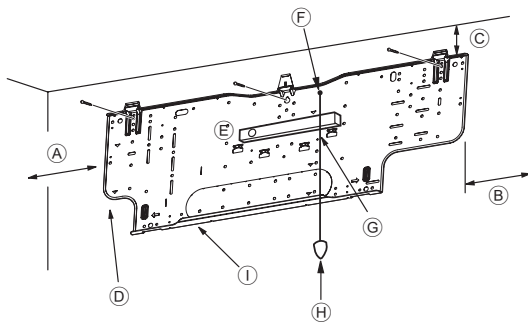
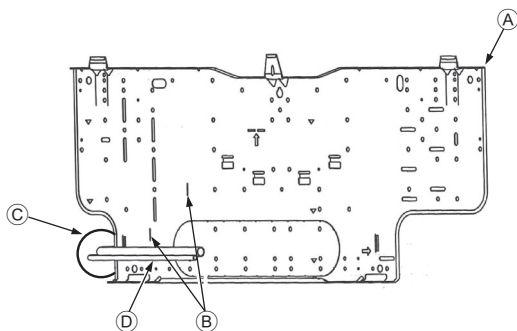

Fig. 3-4
Fig. 3-5
■ PKA-A-HA(L) (Fig. 3-4)
- Ⓓ Vis de fixation (4 × 35 mm, 1-3/8 inch) ②
- Ⓘ Planche d'installation ①
3.3. Lors de l'insertion des tuyaux dans le mur (Fig. 3-5)
- Ⓐ Planche d'installation ①